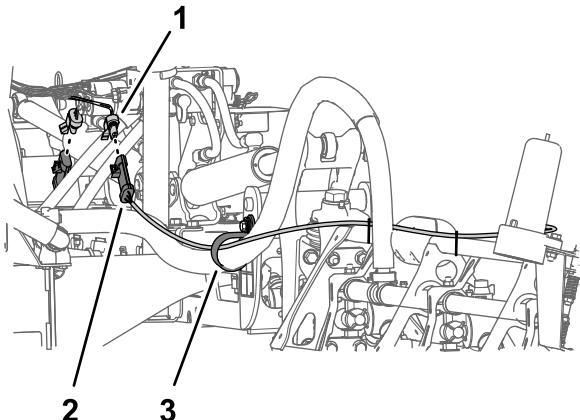

图26
1. 从机器线束的 3 插槽接头中断开超声波喷洒臂平行组件线束的 3 针接头图26。